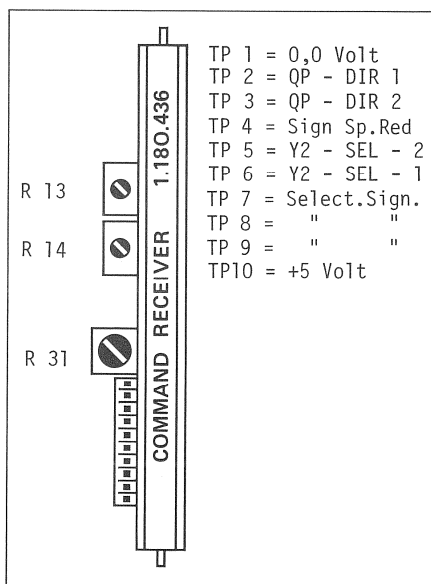

Fig. 3.2.2
- Mit Potentiometer R13 wird der Einsatzzpunkt des Bandauslaufs für Rückwickelbetrieb eingestellt (Fig. 3.2.2).
- Mit Potentiometer R14 wird der Einsatzzpunkt des Bandauslaufs für Vorwickelbetrieb eingestellt (Fig. 3.2.2).
- The cut-in point of the deceleration in the rewind direction can be adjusted with potentiometer R13(Fig.3.2.2)
- The cut-in point for the deceleration in the forward wind direction can be adjusted with potentiometer R14(Fig. 3.2.2).